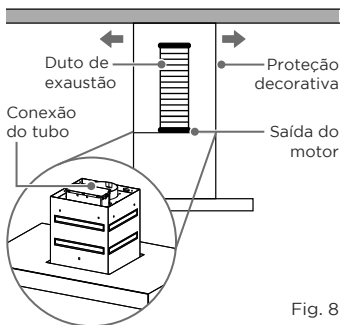

Fig. 8
2. A instalação do duto de exaustão deverá ficar em uma posição em que este fique próximo ao teto e próximo às saídas laterais de ar da proteção decorativa (Fig. 8), proporcionando maior efetividade ao processo de depuração do aparelho.
O vapor e a fumaça provenientes do processo de cozimento devem retornar ao ambiente no qual a coifa está instalada por meio das saídas laterais, localizadas na proteção decorativa superior da coifa (Fig. 8). Em hipótese alguma esses vapores e fumaça devem ser conduzidos para entre o rebaixo de gesso e o teto.